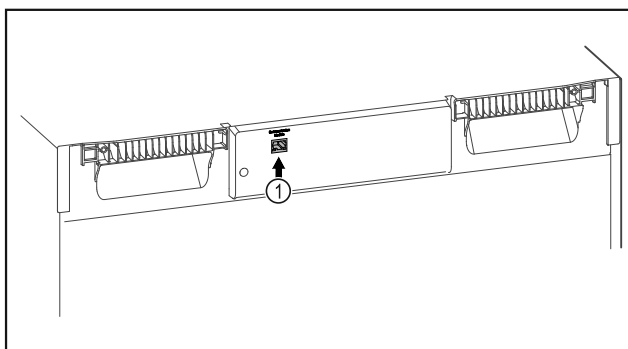

Fig. 142
- Se utiliza SmartModule Fig. 142 (1).